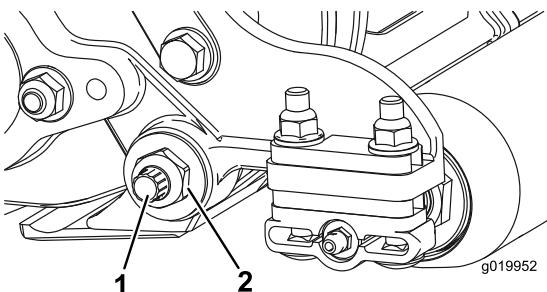
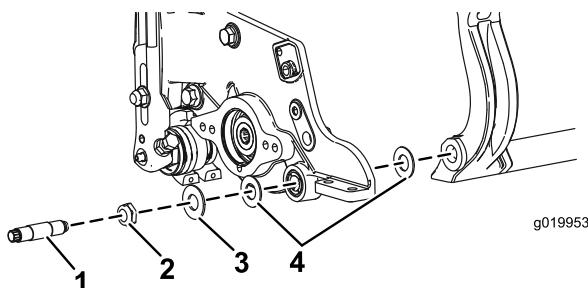

Figura 26
Figura 27
3. En cada lado de la máquina, afloje la contratuerca que fija el perno de la barra de asiento (Figura 26).
4. Retire cada perno de la barra de asiento, para poder tirar de la barra hacia abajo y retirarla de la máquina (Figura 26). Guarde las 2 arandelas de nylon y la arandela de acero troquelado de cada extremo de la barra de asiento (Figura 27).
2. Fije la barra de asiento a cada chapa lateral con los pernos de la barra (con tuercas en los pernos) y las 6 arandelas. Debe colocarse una arandela de nylon en cada lado del saliente de la chapa lateral. Coloque una arandela de acero por fuera de cada arandela de nylon (Figura 27). Apriete los pernos de la barra de asiento a 37-45 Nm. Apriete las contratuerzas uniformemente en cada lado hasta que no pueda girar las arandelas de acero exteriores a mano. Luego afloje las contratuerzas hasta que apenas pueda girar las arandelas de acero exteriores a mano, y toda la holgura haya quedado eliminada de la barra de asiento.
9. Sujete la barra de asiento a cada chapa lateral con los pernos de la barra (con tuercas en los pernos) y las 6 arandelas. Debe colocarse una arandela de nylon en cada lado del saliente de la chapa lateral. Coloque una arandela de acero por fuera de cada arandela de nylon (Figura 29). Apriete los pernos de la barra de asiento a 37-45 Nm. Apriete las contratuerzas uniformemente en cada lado hasta que no pueda girar las arandelas de acero exteriores a mano. Luego afloje las contratuerzas hasta que apenas pueda girar las arandelas de acero exteriores a mano, y toda la holgura haya quedado eliminada de la barra de asiento (Figura 27).